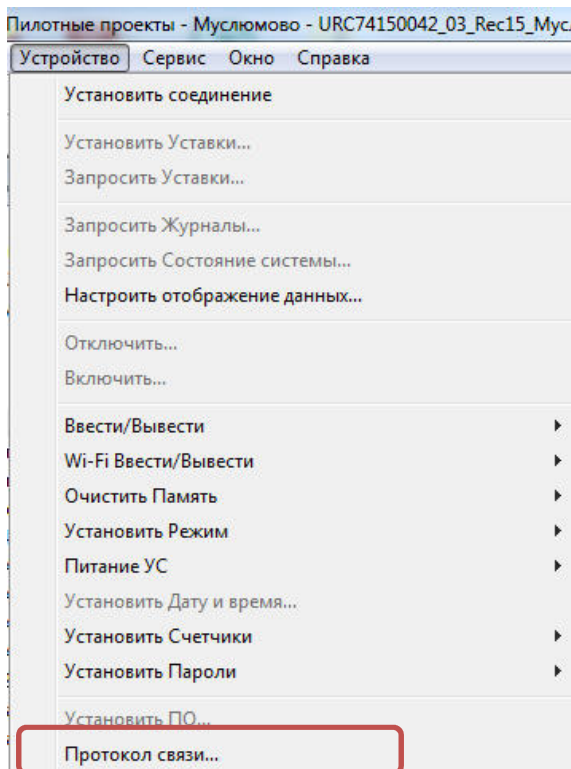

Рис.4.34. Открытие протокола связи
1. Выполнить команду «Устройство/Протокол связи» (см. Рис.4.34).